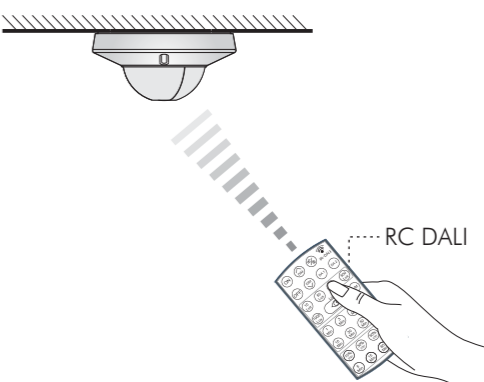

FIG.21
6.1 Para las operaciones de ajuste fáciles y seguras, se recomienda comprar nuestro controlador remoto IR de alta calidad RC DALI junto con KDP-DALI-03 (Ver FIG.21).